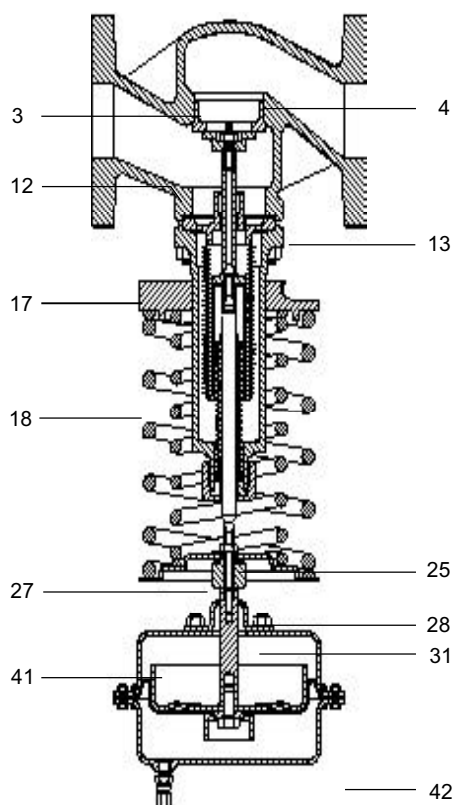

Fig. 11
3.4.5 Att byta ut ventilhuvudet och sätet (Fig. 11)
3.4.6 Att byta ut nållagersatsen (Fig. 11)